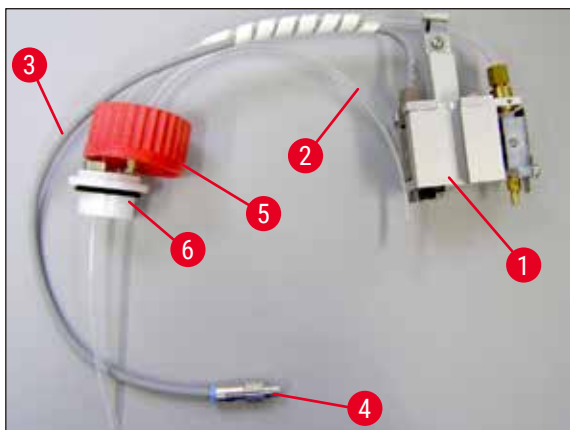

図 10
1. ディスペンサーグループ (→ 図 10) を梱包から取り出します。